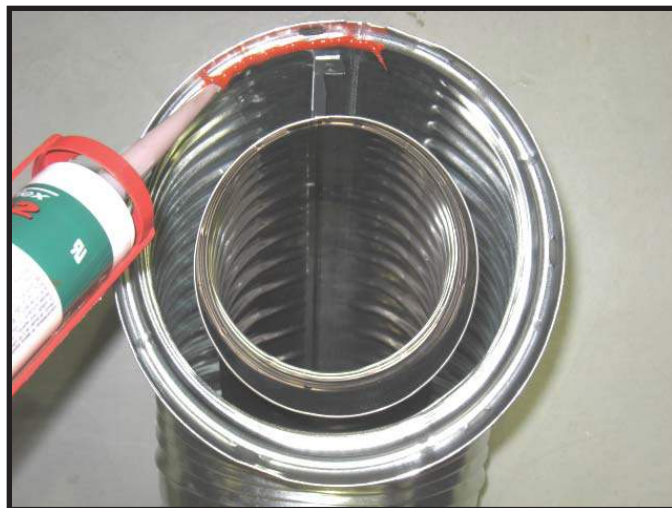

Figure 10.1 Scellant à base de silicone résistant aux températures élevées
- Appliquer un cordon de scellant à base silicone (spécification d'exposition continue minimum de 300 °F) à l'intérieur du joint du tuyau extérieur femelle avant d'assembler les sections. Voir la Figure 10.1.